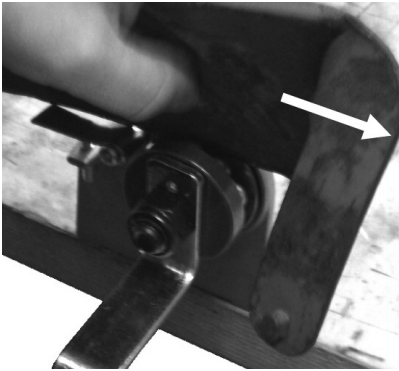
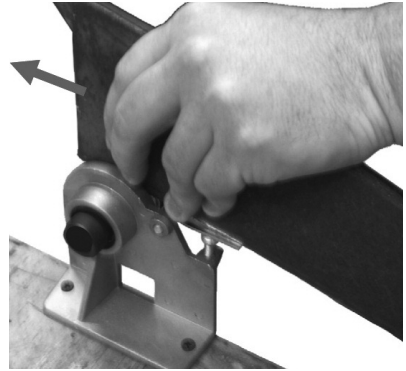

Fig. 1
Fig. 2
1. steek de zeis in de machine zoals aangegeven in Fig. 1 en Fig. 2. Het blad van de zeis moet iets gekanteld in de geleidingsgroef (9) liggen.
3. Draai de slinger (8) snel naar rechts.